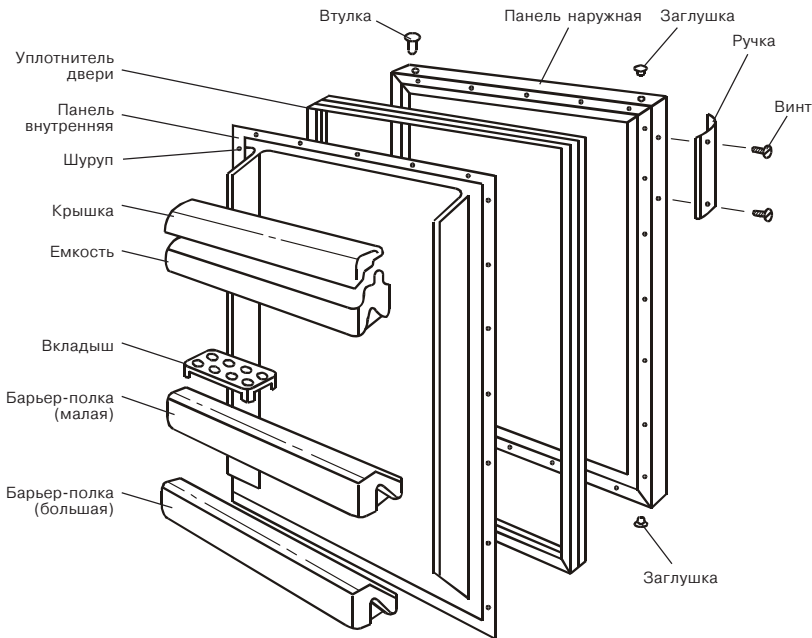
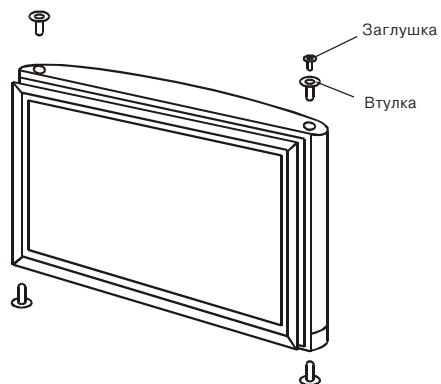

Рис. 1. Дверь ХК разборная с прямоугольной панелью наружной
Рис. 2. Дверь МК неразборная со скругленной панелью наружной
Двери могут применяться прямоугольной (рис. 1) и скругленной форм, в зависимости от конфигурации панели наружной (рис. 2, 3, 4).
- ♦ на предварительно залитую ППУ панель двери с помощью шурупов крепится панель внутренняя с уплотнителем (рис. 1, 3);
- ♦ во внутренний объем двери, предварительно собранной совместно с панелью внутренней, уплотнителем, ручкой и накладкой (в скругленных дверях) без применения шурупов, заливается ППУ. Крепление панели внутренней с уплотнителем к панели наружной осуществляется за счет адгезии ППУ (рис. 2, 4).